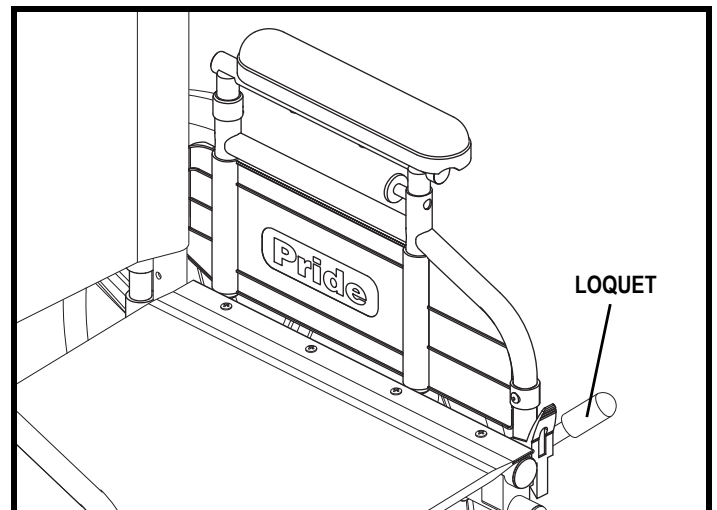

Figure 30. Enlèvement d'un accoudoir à double support
1. Tirez le loquet situé sur l'accoudoir. Voir la figure 30.